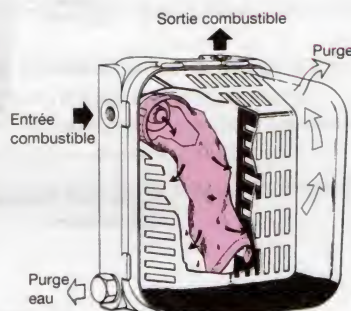

Figure 19.1. Préfiltre, séparateur d'eau modèle « S » (Doc. Stanadyne)
- les *préfiltres décanteurs* (fig. 19.1) doivent éliminer l'eau en suspension dans le combustible (en gouttes, mais également émulsifiée) à l'aide de matières connues (feutre) ou de dispositifs innovateurs (cônes de séparation, mouvements donnés au combustible, etc.).